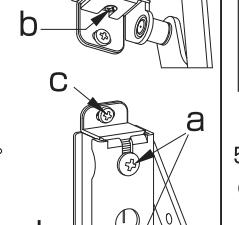

図10
(1) eねじを緩めます(図10)。
(2) 扉が左右共に、任意の同じ高さで止まるようにストップバーを調整します。
(3) eねじを確実に締め付けます。